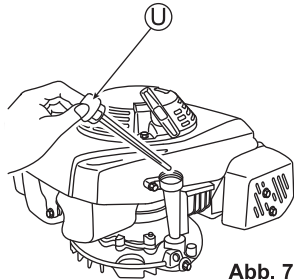

Abb. 7
1. Nehmen Sie den Öltankverschluss (U) ab, ziehen Sie den Ölstandanzeiger heraus und führen Sie ihn anschließend ein, ohne ihn zu verschrauben. (Siehe Abb. 7)
2. Nehmen Sie den Öltankverschluss (U) ab und vergewissern Sie sich, dass der Ölstand zwischen den Höchst- und Mindeststandmarkierungen des Ölstandanzeigers liegt.
4. Verschließen Sie den Öltankverschluss (U) nach der Überprüfung ordentlich.